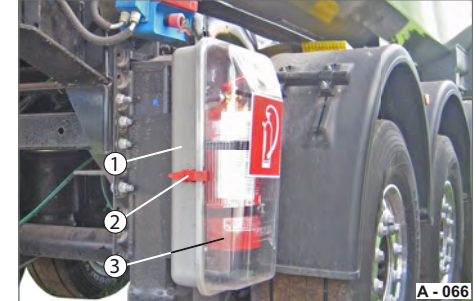

Abb. 98 Feuerlöscher in Fahrstellung
- ▶ Setzen Sie den Feuerlöscher sicher ins Gehäuse (Abb. 98/1) ein.
- ▶ Sichern Sie die Schutzhaube mit Verschlüssen (Abb. 98/2).